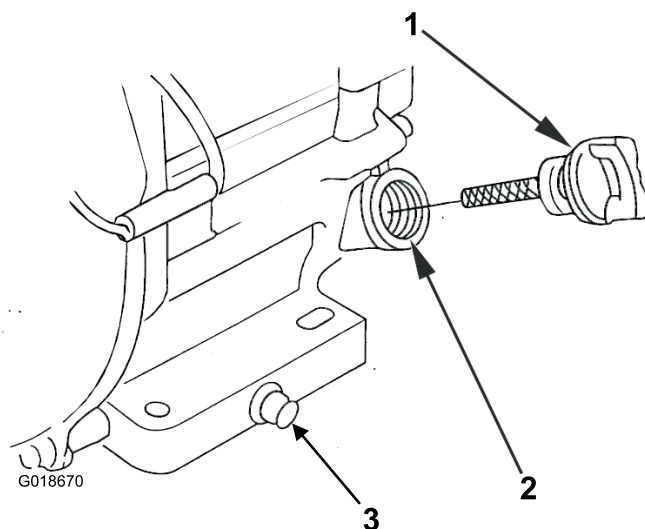

Figura 25
- Retire la varilla de aceite y límpiela (Figura 25).